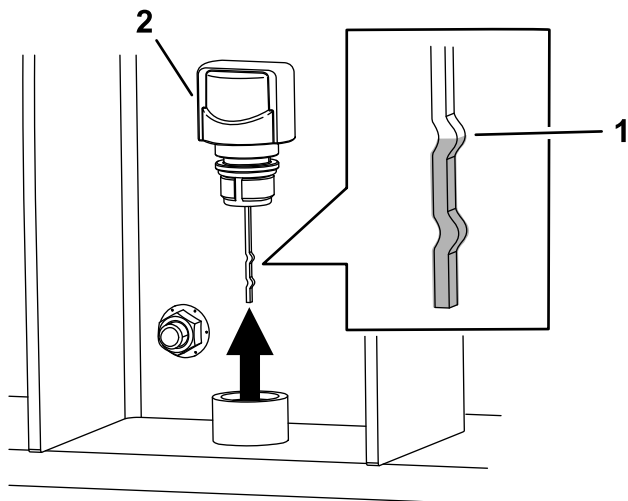

Figura 33
4. Nettoyez la surface autour du reniflard (Figura 33).
5. Retirez le reniflard (Figura 33).
7. Ressortez la jauge et vérifiez que le liquide atteint le cran supérieur (Figura 33). Remettez le reniflard en place.
Nota: Le niveau de liquide doit atteindre le cran supérieur sur la jauge du reniflard (Figura 33)